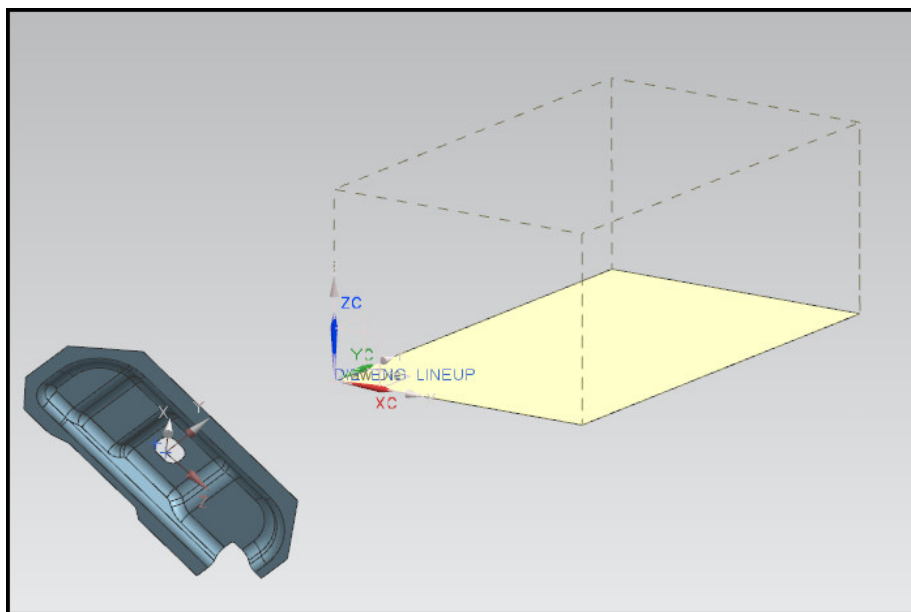

Рис. 7.6. Созданная операция штамповки
- Укажите параметры Размеры окна штампа. Длина по X 500, Длина по Y 750, Длина по Z 300. Нажмите кнопку **Свойства объектов** и укажите слой 10. Нажмите **ОК**. Созданная операция представлена на рис. 7.6.